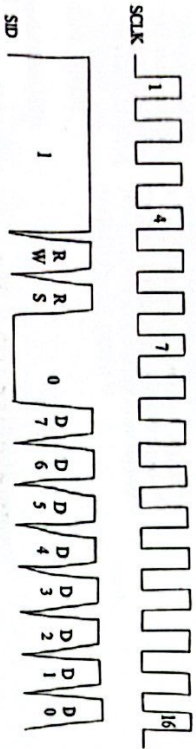

图 2 MCU 与外设的串行数据传输过程示意图
55、图 2 所示为某 Cortex-M3 内核 MCU 与外设的一次字节数据串行传输的过程。SCLK 为同步时钟（时钟频率为 200 kHz），SID 为数据。RW 为数据传送方向控制：H（“1”）表示数据从外设到 MCU，L（“0”）表示数据从 MCU 到外设。在传输 RW 前 SID 需要持续 4 个时钟周期的 H。RS 为数据类型选择：H 表示将要传输的字节为有效数据，L 表示将要传输的字节为控制指令。在传输 RS 后 SID 需要持续 2 个时钟周期的 L。D7-D4 为字节数据的高 4 位，D3-D0 为字节数据的低 4 位。传输过程中，只有在时钟线 SCLK 为低电平时，数据线 SID 上的数据才允许变化。在时钟线 SCLK 为高电平时，SID 上的数据必须保持稳定（不能变化）。
- [1 分]根据图 2 所示数据传输示意图，发送一个字节数据，实际帧数据有多少字节？
- [4 分]假设 MCU 芯片端口寄存器 DEVICE_REG0（32 位）在 4GB 空间的起始地址为 0x4000_2024，该寄存器的 bit0 对应图 2 所示 SCLK 引脚，其 bit1 对应图 2 所示 SID 引脚。请给出对应引脚的位带（Bit-Band）操作的宏定义（即代码“SCLK=1”会在 SCLK 信号线输出“1”，“SID=0”会在 SID 信号线输出“0”）。